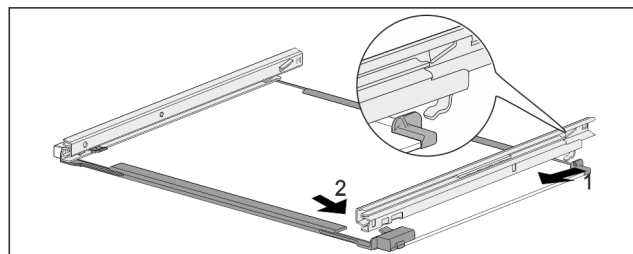

Fig. 247 Placa de sticlă cu șine
- Agățați șina în partea din spate. Fig. 247 (1)
- Încleșetați șina în partea din față. Fig. 247 (2)